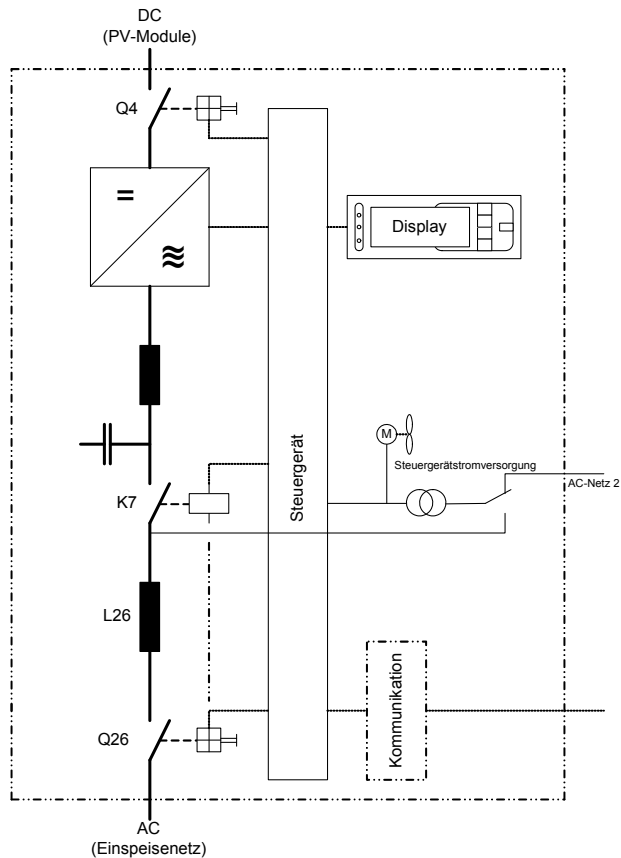

Рисунок 2 Принцип работы Protect PV.250 для подсоединения к сети среднего напряжения
- дроссель сетевого фильтра (только в конфигурации среднего напряжения) L26 (см. рис. 2).